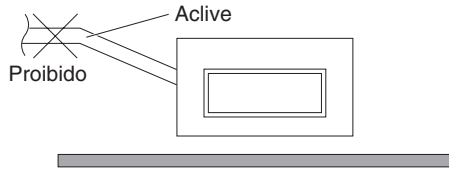

Fig. 3-16
- Não instale o tubo com um aclave desde a abertura de ligação. Isso fará que a água de drenagem flua de volta e vaze quando a unidade não estiver a funcionar. (Fig. 3-16)